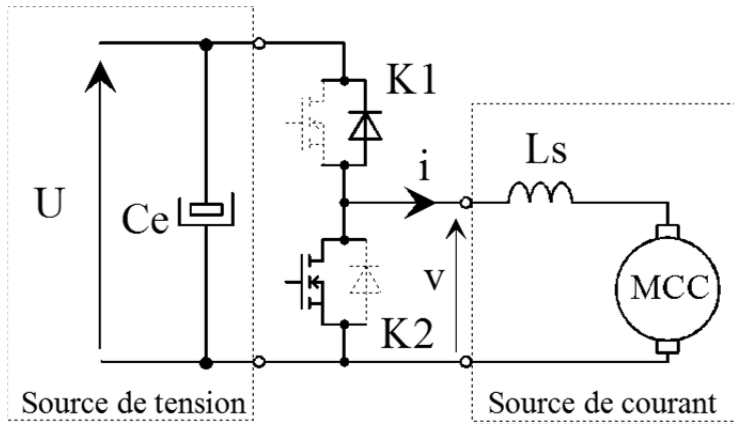

Fig. 6.3 Fonctionnement en hacheur de type BUCK (dessins\hacheur6.drw).
- a) Simplifier le schéma de la figure 6.3, en tenant compte des hypothèses ci-dessus.